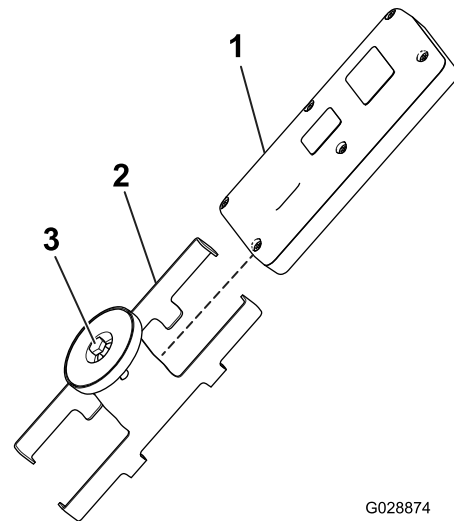

Рисунок 37
1. Ослабьте болт в магните на магнитном кронштейне пульта дистанционного управления (Рисунок 37).
2. Раздвиньте половины корпуса кронштейна и снимите пульт дистанционного управления (Рисунок 37).
8. Установите ручной пульт дистанционного управления в магнитный кронштейн пульта, соедините половины корпуса для закрепления пульта и затяните болт в магните (Рисунок 37).